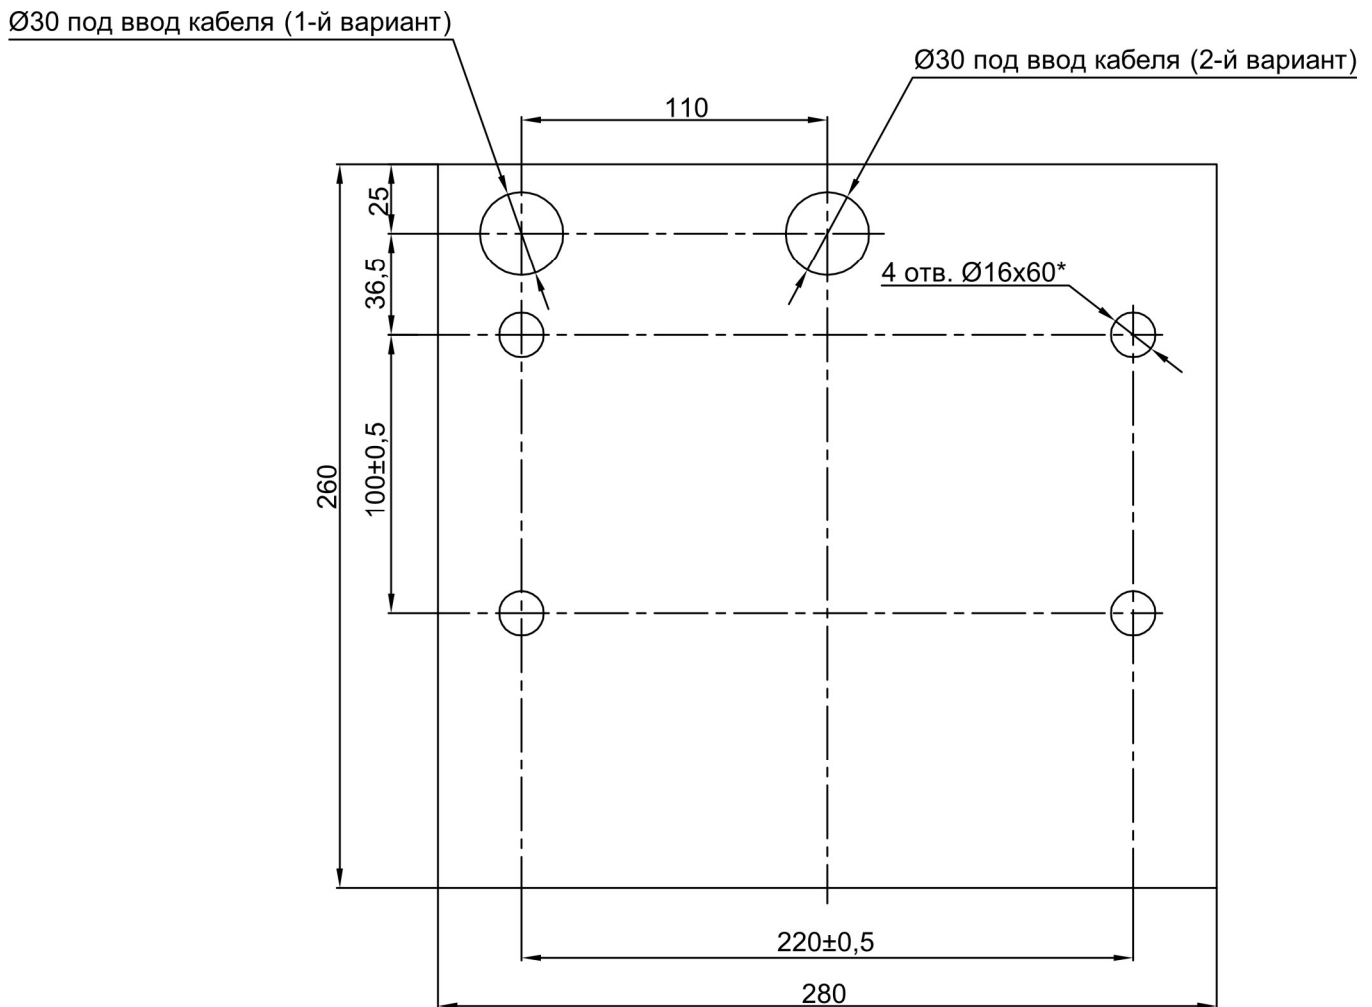

Рисунок 9 - Разметка отверстий в полу под крепление стойки турникета и отверстия для ввода кабелей
9.4.2. Подготовьте в полу отверстия под гильзы анкеров (15) для крепления стойки турникета (см. рисунок 9).
Примечание - При необходимости прокладки кабелей под поверхностью пола подготовьте в полу кабельный канал, подходящий к отверстиям для ввода этих кабелей в стойку турникета (вариант 1 или 2, рисунок 9). Установку и крепление стойки турникета производите после прокладки всех кабелей в кабельном канале и внутри стойки турникета.